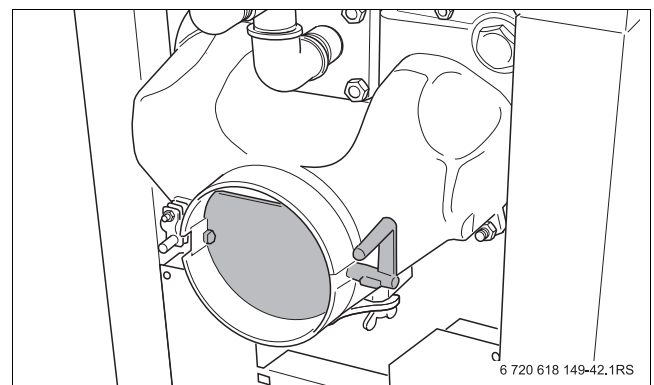

Fig. 12 Fechar a válvula de gases queimados
- ▶ Para evitar perdas de calor na lareira, fechar o mais possível a válvula de gases queimados, consoante a extracção (→ fig. 12).